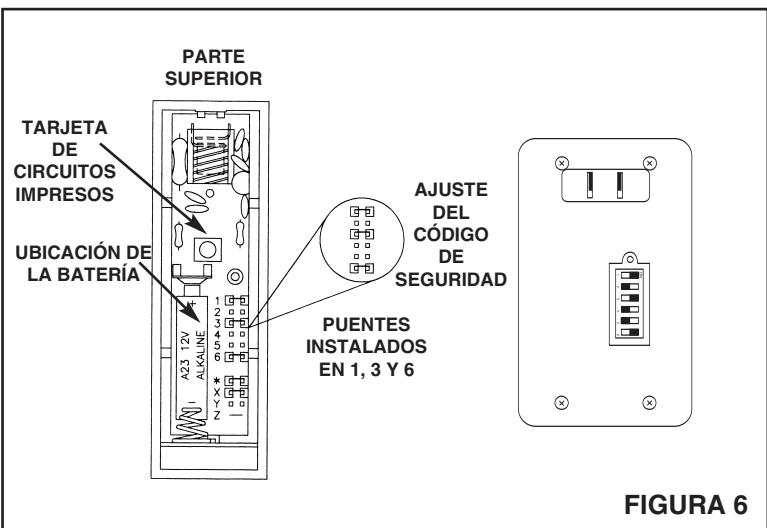

FIGURA 6
2. **Vea la Figura 6.** Ajuste el interruptor del receptor para que coincida con los puentes del transmisor. Los puentes instalados en el transmisor deben corresponderse con el juego de interruptores en la posición de ENCENDIDO del receptor. Por ejemplo, si el puente N° 1 está instalado, el interruptor N° 1 debe estar en la posición de ENCENDIDO.